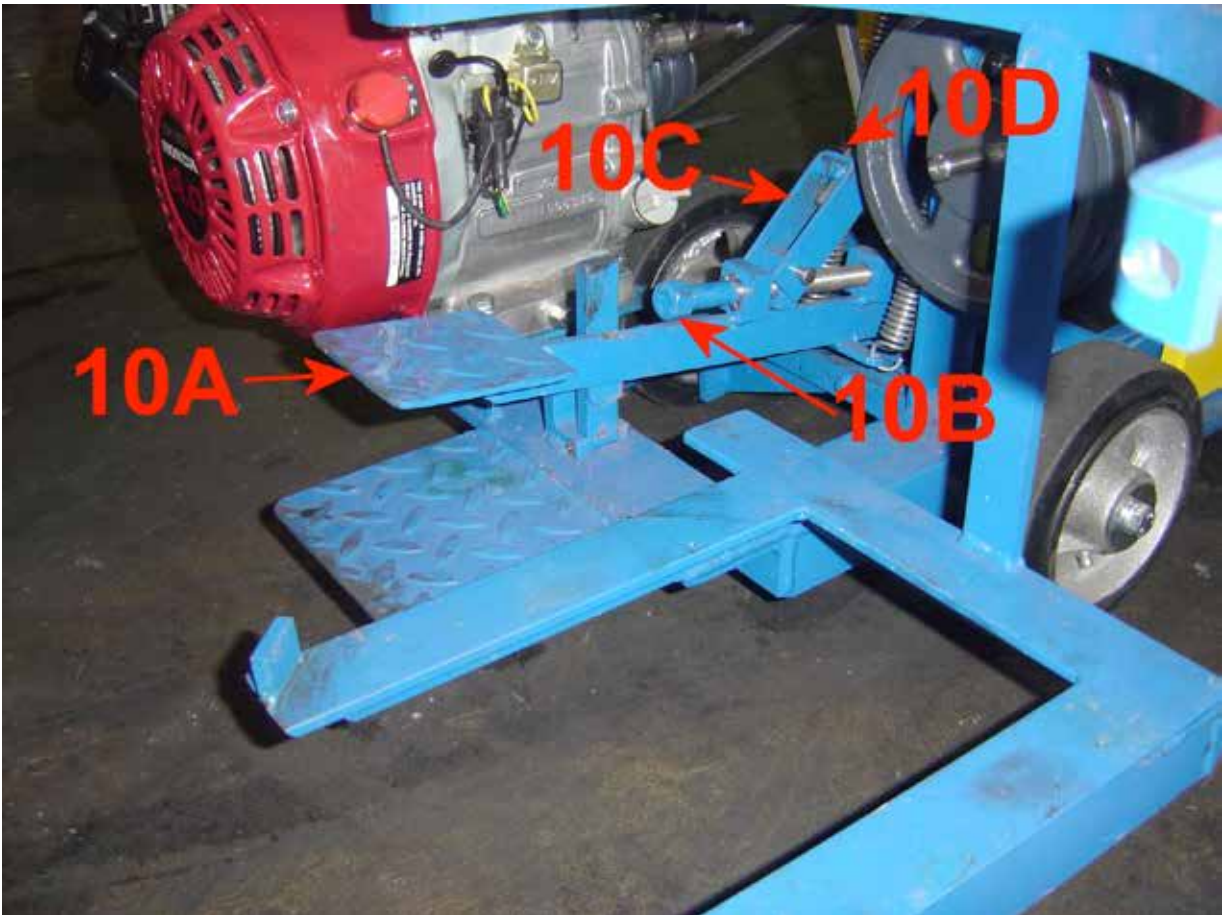

Figure 10 Réglage de la profondeur de la lame de décharge
10. Baisser la lame de décharge en position de fonctionnement en actionnant la pédale de la lame de décharge avec le pied (10A) comme le montre la Figure 10.